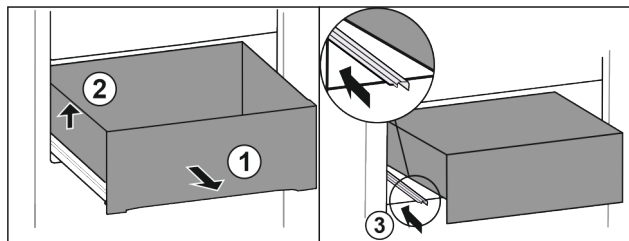

Fig. 88
- ▶ Lade tot de aanslag eruit trekken. Fig. 88 (1)
- ▶ Lade links optillen. Fig. 88 (2)
- ▶ Linker rail erin schuiven. Fig. 88 (3)